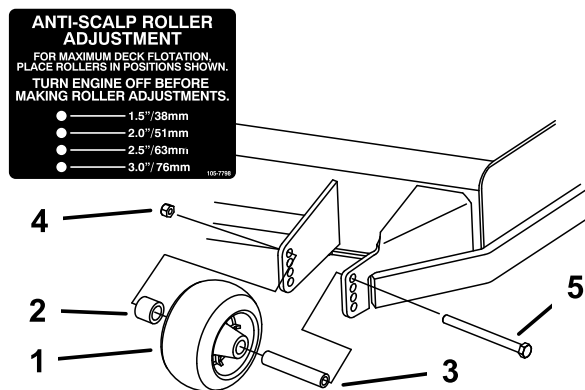
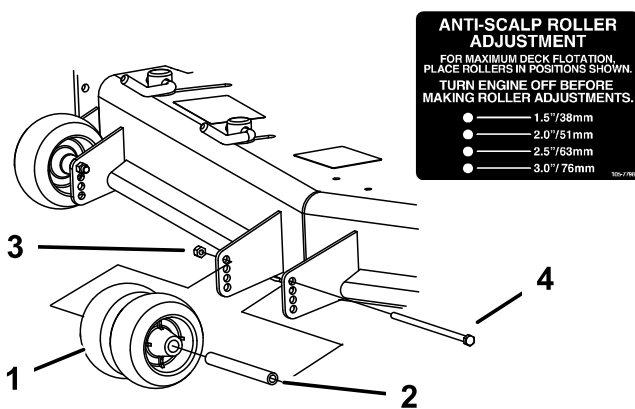

Figure 28
Figure 29
3. Réglez les galets anti-scalp comme montré à la **Figure 28** et la **Figure 29**.